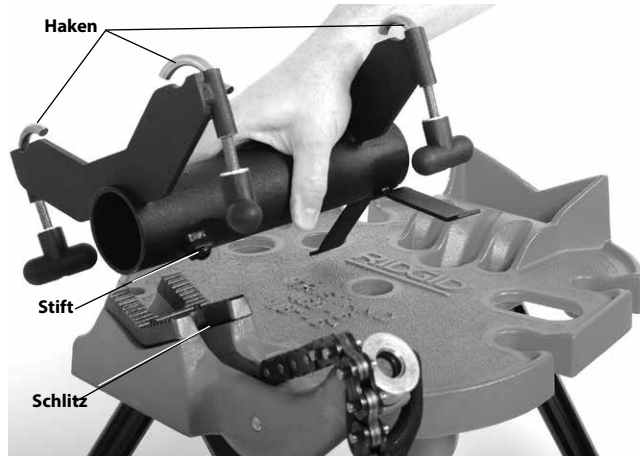

Abbildung 8 – Montieren des Adapters auf den Schraubstock
2. Platzieren Sie das zylindrische Gehäuse des Adapters in der V-Backe des Schraubstocks, wie in *Abbildung 8* gezeigt. Führen Sie den Keil in den Schlitz am Schraubstock ein, um den Adapter korrekt zu positionieren und zu stabilisieren.